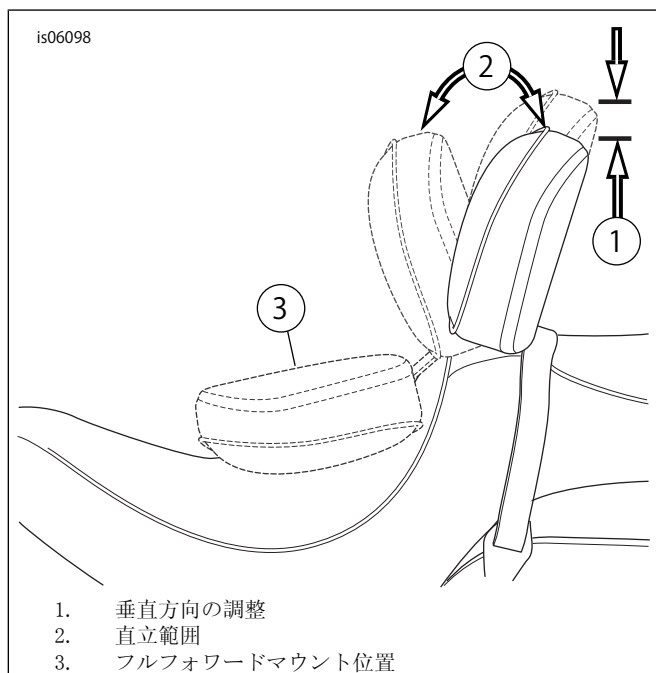

図14。バックレストの位置
7. 「図14」を参照。バックレストとシートを所定の位置に置き、バックレストが完全に前方(3)にくるまで押し込みます。バックレスト機構が、シートの下側および挿入されたシートプロテクターに対して押し付けられます。
1. 「図14」を参照。アジャストメントハンドルは、バックレストパッドを前方および後方に動かすために使用されます。